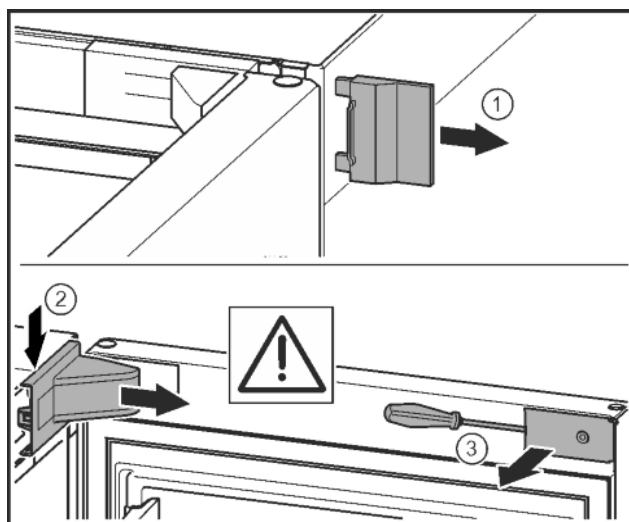

Fig. 7
- ▶ Skinite vanjski pokrov. Fig. 7 (1)
- ▶ Otkopčajte i otpustite pokrov podloška ležaja. Skinite pokrov podloška ležaja. Fig. 7 (2)
- ▶ Odvijačem s prorezom otkopčajte masku i zakrenite je u stranu. Fig. 7 (3)